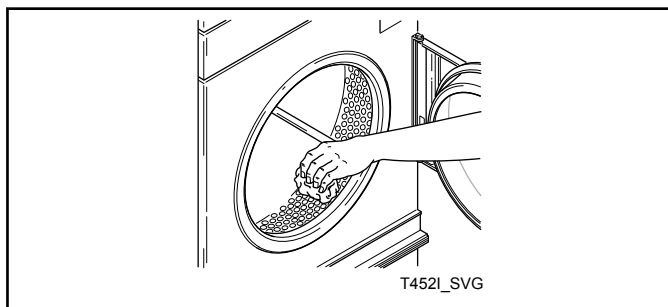

Figura 13
10. Pulire il cilindro con un detergente multi-uso o una soluzione di detergente e acqua. Consultare la *Figura 13*.